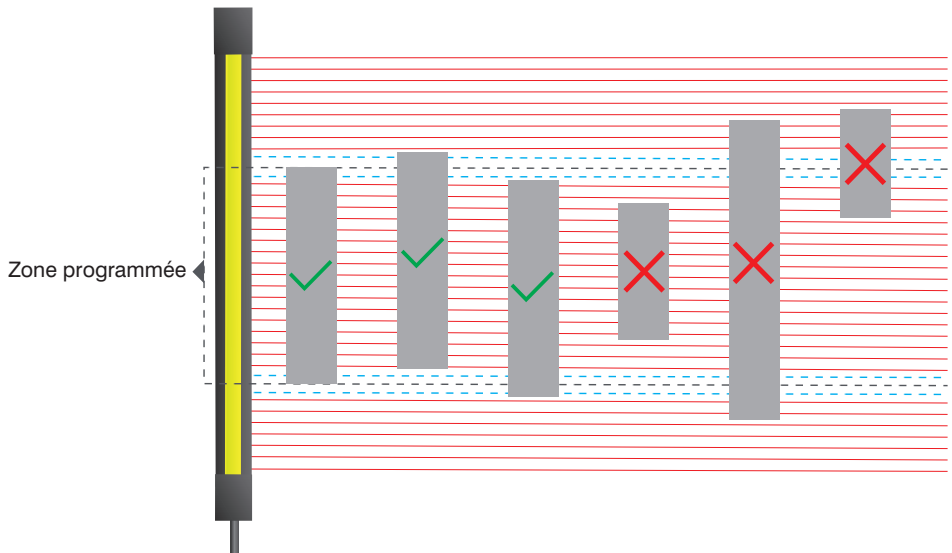

Figure 24: Mouvement d'objet autorisé en cas d'occultation fixe avec tolérance dimensionnelle
- Les mouvements d'objets suivants sont tolérés bien qu'ils s'excluent mutuellement (voir Figure 24) :
- L'écart entre deux zones masquées dépend de leur mouvement au sein du champ de sécurité (Figure 24) :